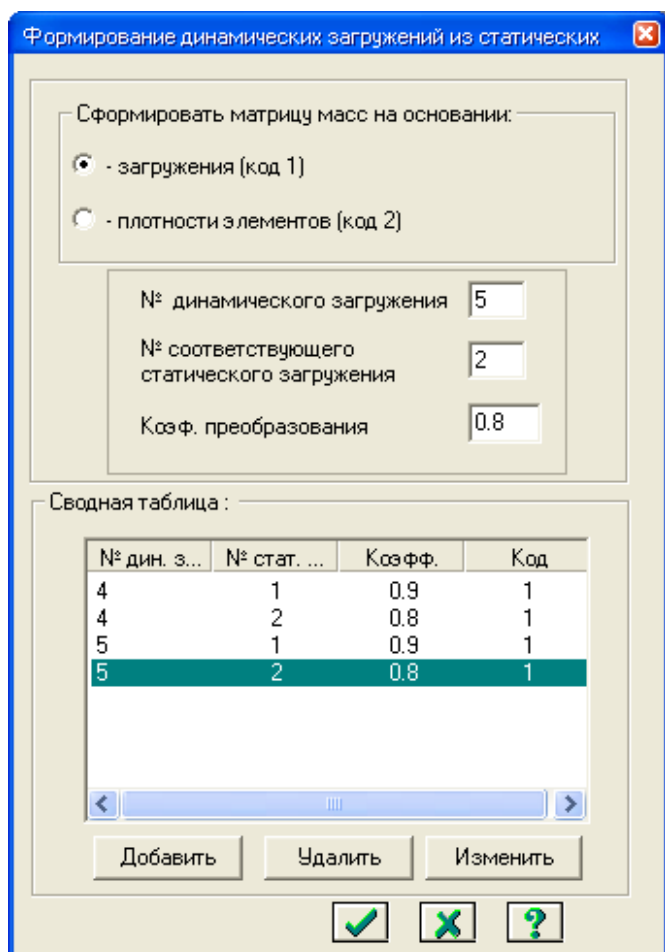

Рис. 3.14. Диалоговое окно **Формирование динамических нагрузок из статических**
- С помощью меню **Нагрузки** ⇒ **Динамика** ⇒ **Учет статических нагружений** вызовите диалоговое окно **Формирование динамических нагружений из статических** (рис.3.14).